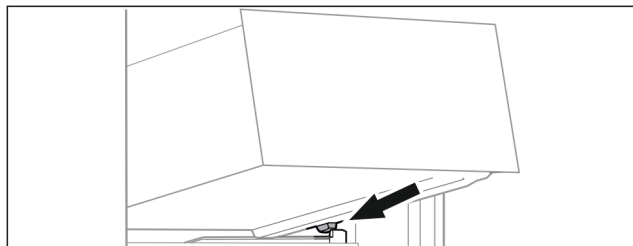

Fig. 90
- Nasadte zásuvku šikmo za zarážkami na rebro nádoby. (pozri Fig. 90)